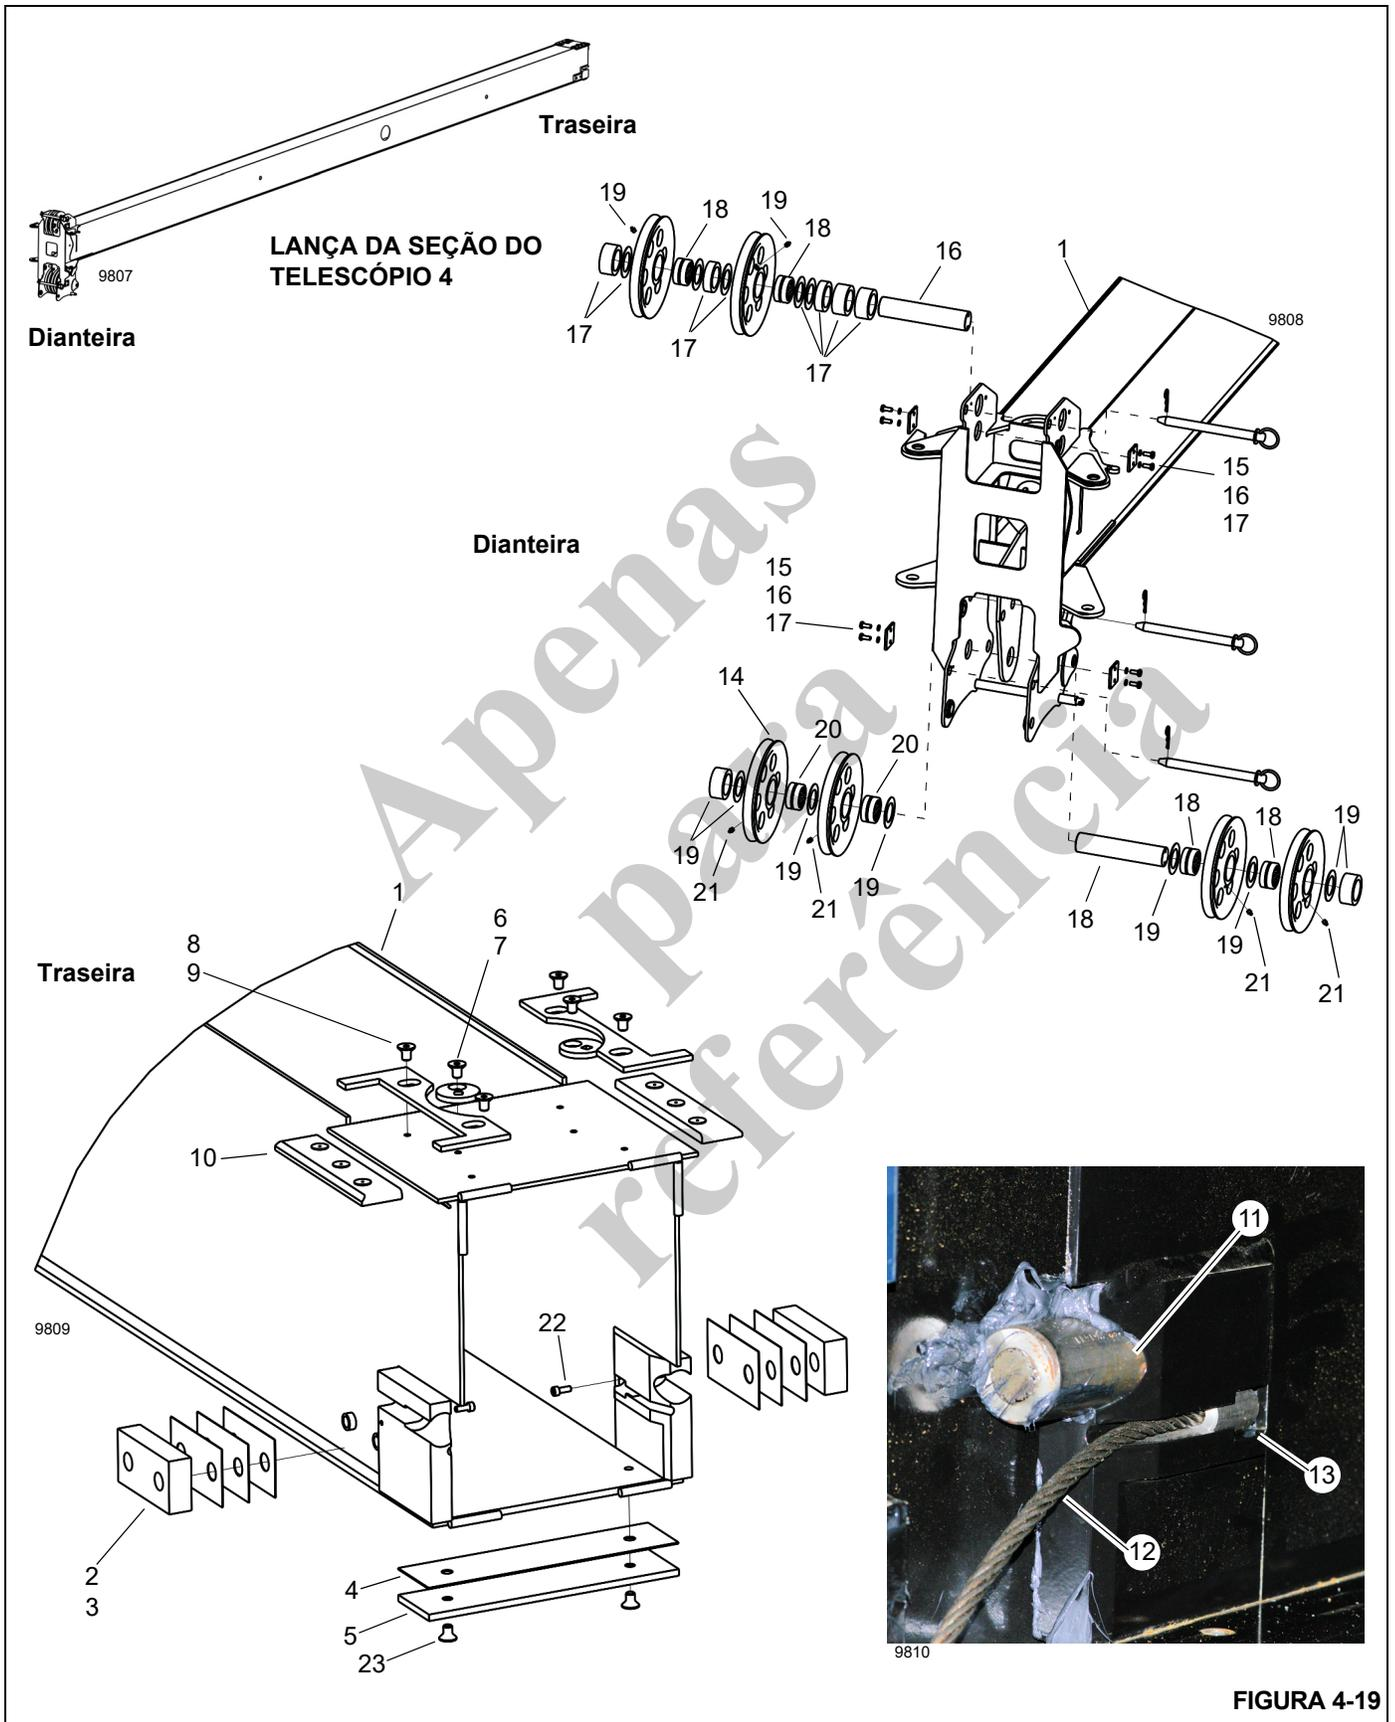

FIGURA 4-19
5. Remova os parafusos (15), as arruelas (16), o conjunto soldado da placa de desgaste (17) e a placa de desgaste (18) conforme necessário da lança da seção do Telescópio 3 (1).
6. Conecte uma linga ou corrente à ponta da lança da seção do Telescópio 4 (1, Figura 4-19) e puxe a lança da seção do Telescópio 4 aproximadamente 1.828 mm (6 pés) para fora.
8. Remova e etiquete os parafusos (22) e as placas de desgaste inferiores (23) da ponta da lança da seção do Telescópio 3 (1).
9. Remova e etiquete os parafusos (24), os calços (25) e as placas de desgaste (26) da parte superior da lança da seção do Telescópio 3 (1).
10. Remova os parafusos Allen (27) dos pinos das polias de extensão 3/4/5 (28) e remova os pinos das polias de extensão 3/4/5 enquanto remove as polias de extensão 3/4/5 (29).
13. Se necessário, etiquete e remova as placas de desgaste (3, Figura 4-19) e os calços (2) da traseira da lança da seção do telescópio 4.
14. Se necessário, etiquete e remova os parafusos (23), a placa de desgaste (5) e os calços (4) da traseira da lança da seção do telescópio 4.
Tabela 4-5 Lança da seção do Telescópio 4, Figura 4-19, Lista de itens
1. Monte e depois instale as polias (14, Figura 4-19) e rolamentos (20) na caixa de polias da extremidade da lança.
1. Instale os pinos (28) e rolamentos (30) das polias de extensão 3/4/5 nas polias de extensão 3/4/5 (29). Instale os bujões de desgaste (31) nos furos em cada lado das polias de extensão. Faça um laço com os cabos de extensão 3/4/5 (11, Figura 4-19) ao redor das polias de extensão 3/4/5 (29, Figura 4-18) e instale as polias de extensão 3/4/5 na lança da seção do Telescópio 3. Instale os parafusos de retenção (27) nos pinos da polia de extensão 3/4/5 (28) e aperte. Instale as graxeiras (32) no centro dos pinos da polia de extensão 3/4/5 (28).
2. Instale as placas de desgaste laterais superiores (26) com calços (25) e parafusos (24). Instale as placas de desgaste laterais inferiores (21) com calços (20) e parafusos (19) na parte dianteira dentro da lança da seção do Telescópio 3.
3. Instale a guia do cabo (33) com a placa de desgaste (34) e elementos de fixação relacionados (35, 36 e 37) na parte dianteira superior da lança da seção do Telescópio 3. Empurre a lança da seção do Telescópio 4 para dentro da lança da seção do Telescópio 3 até que as placas de desgaste superiores na base da lança da seção do Telescópio 4 (10, Figura 4-19) estejam acessíveis através do furo de acesso na traseira da lança da seção do Telescópio 3. Centralize a lança da seção do Telescópio 4 dentro da lança da seção do Telescópio 3 e, em seguida, ajuste as placas de desgaste superiores de acordo com as instruções de calibragem nesta seção. Pressione a lança da seção do Telescópio 4 completamente para dentro da lança da seção do Telescópio 3 mantendo os cabos de extensão 3/4/5 esticados e trace uma marca na ponta da lança da seção do Telescópio 4 na frente das placas de desgaste laterais lança da seção do Telescópio 3, para a sequência de retração (Figura 4-31).
5. Pressione as extremidades do botão dos cabos de retração 5/4/3 (12, Figura 4-19) através das aberturas na base inferior da lança da seção do Telescópio 3 e dobre as extremidades do botão para fora da parte traseira da seção do Telescópio 3. Puxe as extremidades roscadas do cabo de retração 5/4/3 (12) em direção à ponta da lança. Instale o pino de retração 5/4/3 e de extensão 2/3/4 (21, Figura 4-16) no retentor na base da lança da seção do Telescópio 3. Faça um laço com os cabos de retração 5/4/3 (12, Figura 4-19) sobre o pino (21, Figura 4-16) e instale a extremidade do botão dos cabos de retração 5/4/3 (13, Figura 4-19) nas placas de fixação na base inferior da lança da seção do Telescópio 4. Fixe com parafusos de trava (22).
NOTA: Tenha cuidado para manter os cabos de retração 5/4/3 (12, Figura 4-19) esticados, não cruzando os cabos e mantendo todos os cabos longe de pontos de compressão criados pelas lingas e placas inferiores.
4. Monte os retentores do cabo de retração 5/4/3 (18) nos cabos de retração 5/4/3 (12, Figura 4-19), coloque duas porcas logo após o plano na extremidade rosqueada dos cabos de retração e monte na ponta inferior da lança da seção do Telescópio 2.